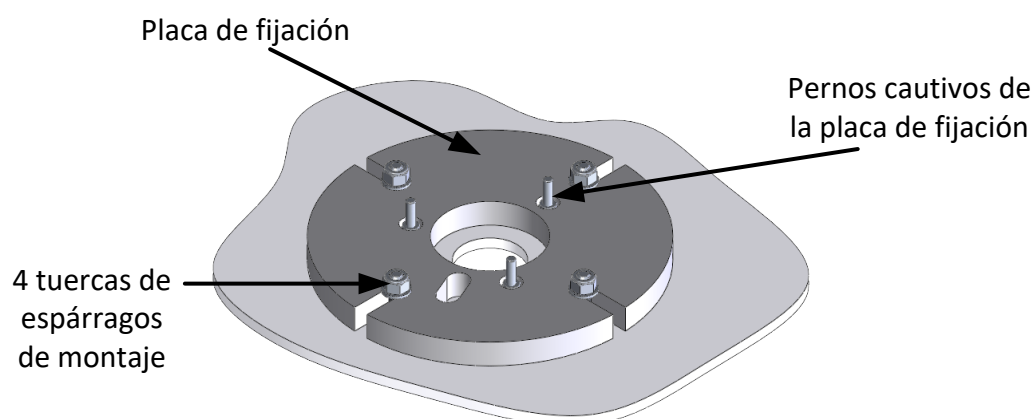

Ilustración 35: Placa de fijación montada en la mezcladora (pernos cautivos instalados)
- Monte la placa de fijación mediante los espárragos de montaje en la cubierta de la mezcladora asegurándose de que los tres pernos cautivos de la placa de fijación estén instalados y que las tuercas estén apretadas para sujetarlos en su sitio (Ilustración 35).